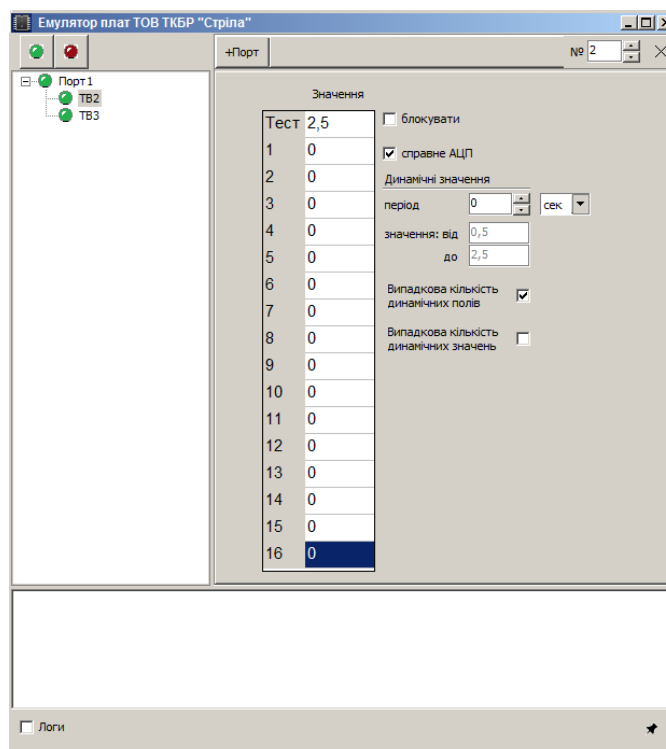

Рисунок 13. Вікно налаштування віртуальної плати телевімірювання
5. Перейти на віртуальну плату ТВ2 (рис. 13). У полі **Значення** виставити всі **0**, у полі **Динамічні значення** виставити значення **Періоду** та його інтервал (**значення: від ... до**) відповідно до варіантів завдань, які приведені в табл. 1.